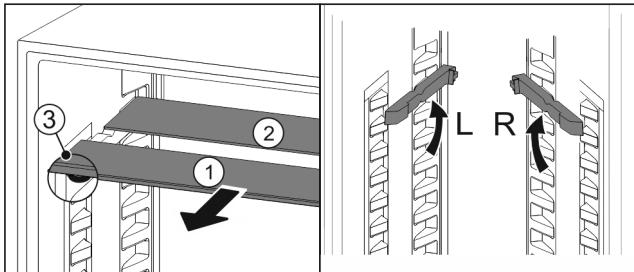

Fig. 19
- ▶ По одной извлеките Fig. 19 (1) стеклянные панели движением вперед.
- ▶ Стеклянная панель Fig. 19 (1) с декоративной планкой лежит спереди.
- ▷ Стопоры Fig. 19 (3) показывают вниз.